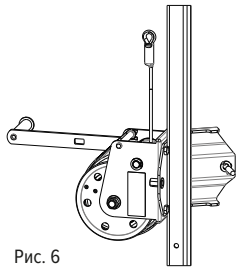

Рис. 6
- 2. Закрепите устройство на опоре трипода. Блокирующий штифт держателя необходимо закрепить в стопорном отверстии, которое находится на наружной части опоры (рис. 6).